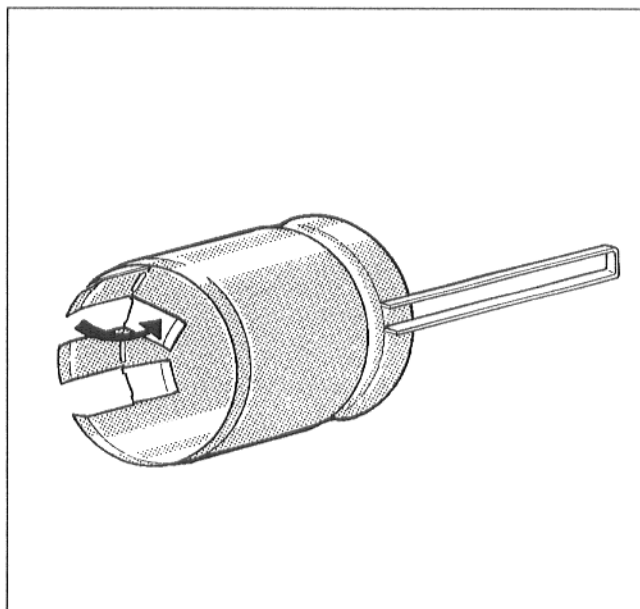

Fig. 30
- Plier les pattes vers l'intérieur d'au moins 90° (Fig. 30).